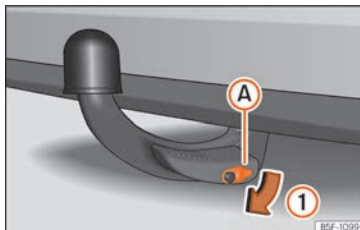

Fig. 259 Ritirare il coperchio della serratura.
- Estrarre il coperchio **A** della serratura nel senso della freccia **1** » » » **fig. 259**.